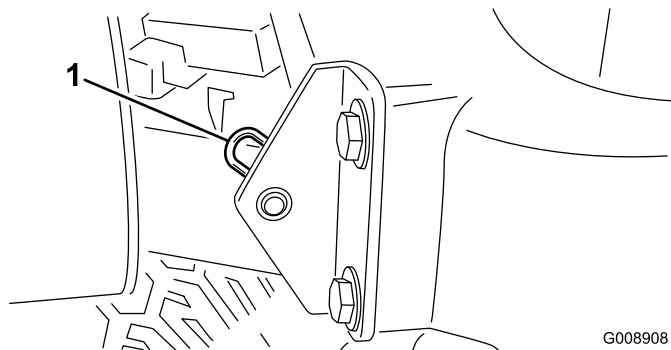

Рисунок 46
2. Снимите шплинт крепления оси поворота капота к монтажным кронштейнам (Рисунок 46).